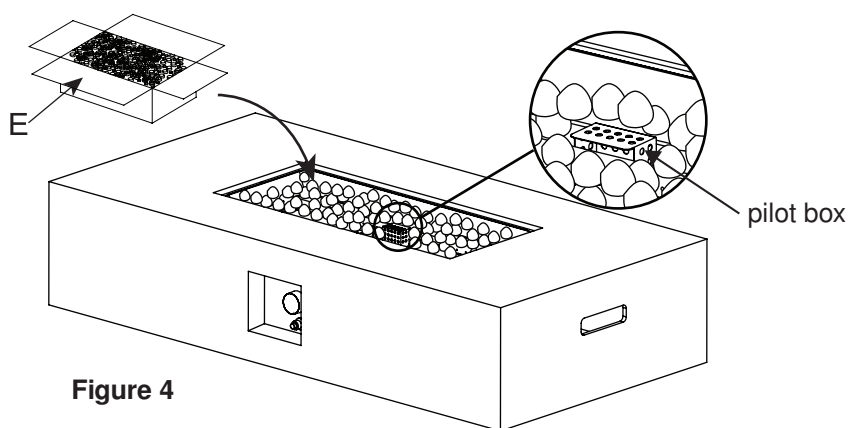

Figure 4
5. Hell lavasteinene (E) i ildskålen i ildstedets kropp (B) (se Figure 4).